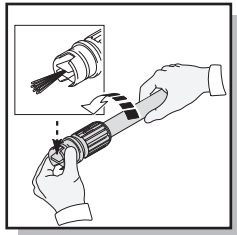

Fig. 19
- Saque el lance ajustable. Gire la boquilla ajustable en el lance a la flujo estrecho ajuste que abre las aspas del ventilador (Fig. 19).